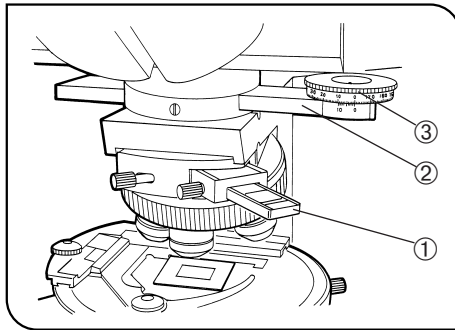

Abb. 19
Bei Verwendung des Zwischenadapters für orthoskopische Mikroskopie (U-OPA) (Abb. 19 & 20)
1. Den mit dem U-OPA gelieferten Ausrichtungs-Polarisator ① bis zum Anschlag in den Testplattenadapter (U-TAD) einführen. Die Feststellschraube anziehen. (Abb. 19)
3. Den drehbaren Analysator (U-AN360P-2) ② in den Analysatoreinschub des Zwischenadapters einführen. Den Analysator einschwenken, die Feststellschraube lösen und das Analysator-Einstellrad ③ auf 0° einstellen. (Abb. 19)